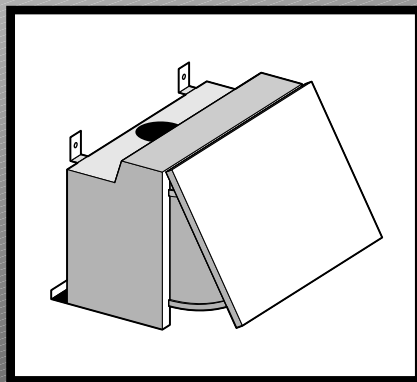

Fig.1
Percer 2 trous (diamètre 2,5 mm) sur le côté des éléments hauts comme illustré dans le dessin fig. 1, en considérant l'épaisseur du panneau frontal, pour que la hotte se trouve au même niveau des éléments hauts latéraux.
Éliminer l'espace qui reste éventuellement entre la hotte et la paroi, en réglant la pièce d'entretoisement (L) en agissant sur les vis spéciales (P) fig. 1.
Fixer la hotte à la pièce d'entretoisement par les vis (P) fig. 1.
Insérer la buse de raccord (B) dans le trou (A) et la connecter au tuyau d'évacuation fig. 1.